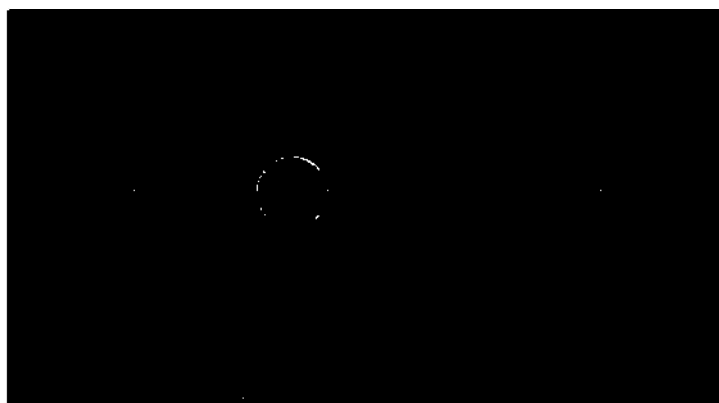

Рисунок 10. Меню
3. Нажмите кнопку **MENU** (или клавишу **MENU** на пульте дистанционного управления) и войдите в следующее меню (**Рисунок 10**):